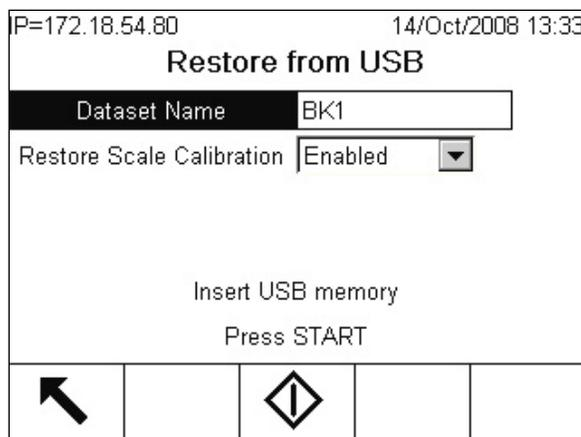

Figura 4-7: Ripristino da USB
2. Accedere a **Configurazione > Manutenzione > Esegui > Ripristino da USB**. Verrà visualizzata la schermata mostrata nella Figura 4-7.